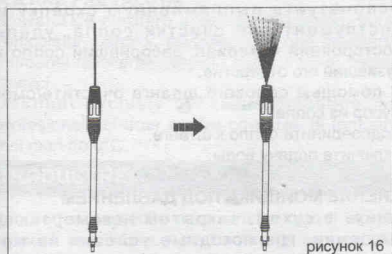

рисунок 16
- Поверните сопло, чтобы отрегулировать форму струи (см. рисунок 16.)